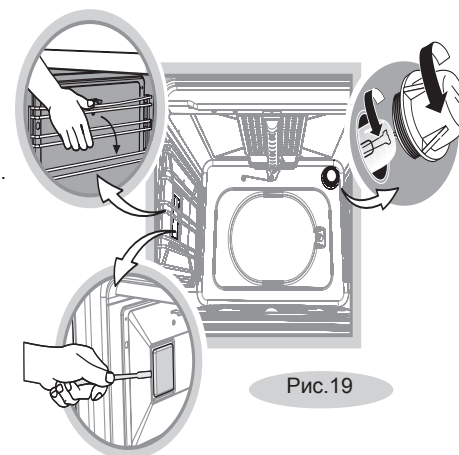

Рис.19
- Откройте стеклянный плафон (рис. 19).
- Плафон боковой подсветки, при наличии, снимается с небольшим усилием. (рис. 19).